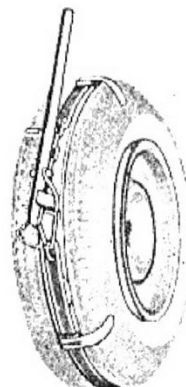

fig. 3 — cinta de montagem para pneu sem câmara
4. Fixar o talão contra o aro colocando uma cinta (fig. 3). Se não possuir a cinta, amarrar um lorniquete de corda resistente em torno do pneu e apertá-lo por meio de uma das alavancas de desmontagem. Centrar o pneu na roda com uma marreta de borracha.